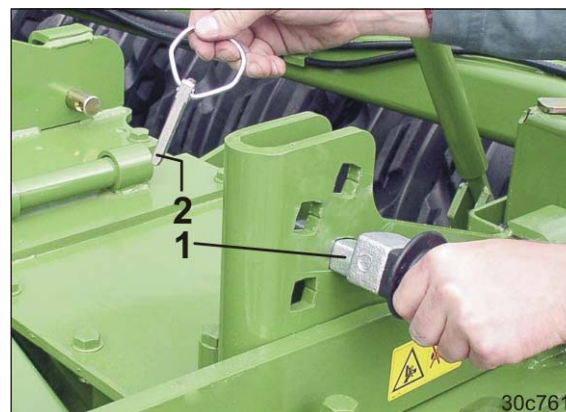

Fig. 114
3. Introduceți bolțul de reglare a adâncimii (Fig. 114/1)
- o cu cât este scos mai sus bolțul de reglare adâncime (Fig. 114/1) în segmentul de ajustare.
4. Asigurați bolțurile de reglare a adâncimii cu șplinturile (Fig. 114/2).
Asigurați bolțul de reglare a adâncimii cu un șplint (Fig. 114/2) după fiecare reintroducere.